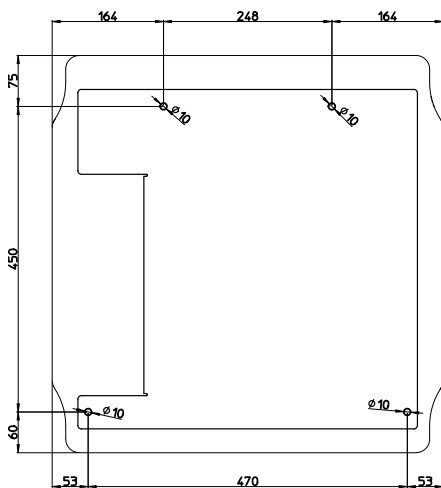

Abb. 2: rückseitige Metallplatte für die Wandmontage der Station
- ✓ Kennzeichnen Sie die Position der 4 Löcher an der Wand nach dem Diagramm in *Abbildung 2*;